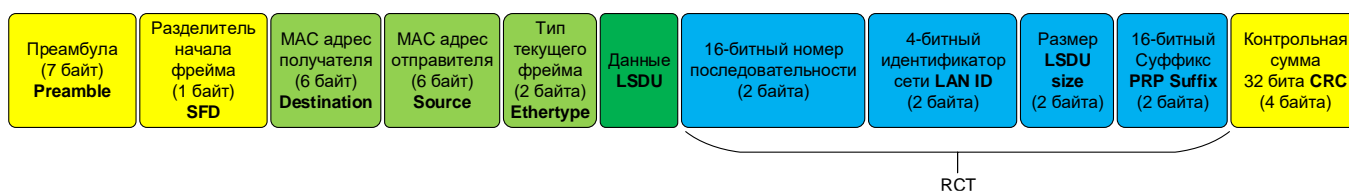

Рисунок 3 – Описание Ethernet кадра с RCT
Parallel Redundancy Protocol (PRP) – протокол, обеспечивающий одновременную передачу данных через две сети с произвольной топологией. Принцип работы протокола заключается в передаче в сеть одновременно двух дублированных Ethernet кадров через порты устройства, подключенных к дублированным сегментам ЛВС. При получении одинаковых кадров приемником, выбирается тот, который пришел первым – второй отбрасывается (см. рисунок 3). Таким образом обеспечивается «бесшовность».
– кадры Ethernet, отправленные на порт 0, с добавлением RCT части, состоящей из четырех полей (см. рисунок 3):